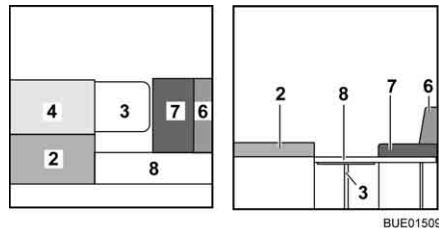

Fig. 144 Durante la trasformazione
- Posizionare il cuscino dello schienale (Fig. 144,4) accanto al cuscino del divano (Fig. 144,2).
- Aprire i puntelli dell'allargamento letto (Fig. 144,8) e agganciare l'allargamento letto negli attacchi sulle cassapanche.